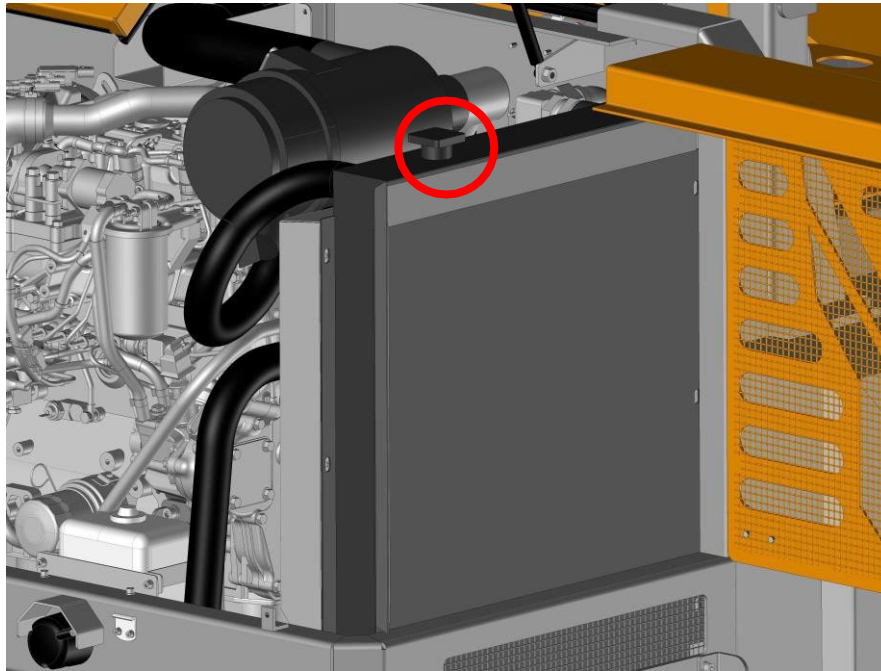

Figure 39. Radiateur
4. Dévissez le bouchon du réservoir et vérifiez le niveau de liquide de refroidissement (figure 39).
4. Dévissez délicatement le bouchon du réservoir (figure 39) et purgez la pression.